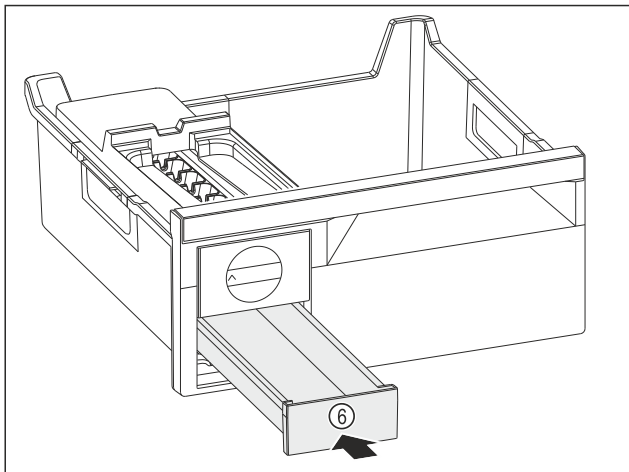

Fig. 141
- ▶ Вдвиньте выдвижной ящик для кубиков льда Fig. 141 (6).